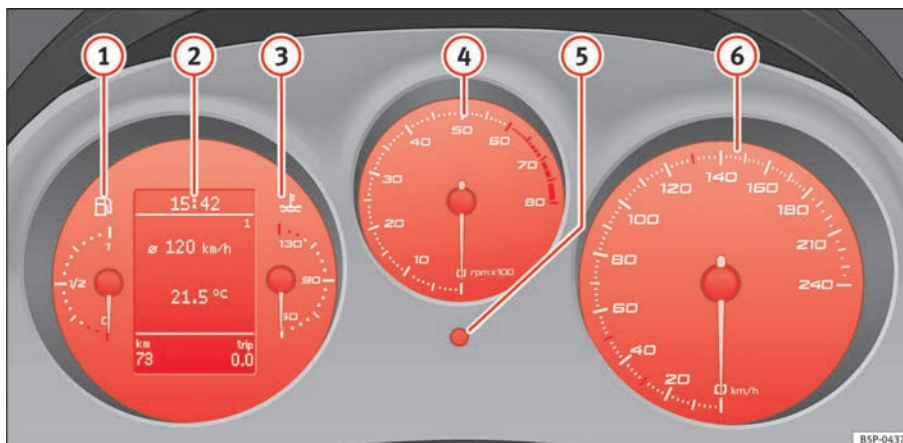

Abb. 33 Ausschnitt aus der Instrumententafel: Kombiinstrument
Der Beginn des roten Bereichs ⇒ Seite 59, Abb. 33 ④ weist auf die maximale Motordrehzahl bei Betriebstemperatur hin. Vor Erreichen dieses Bereiches sollte in den nächsthöheren Gang geschaltet oder die Wählhebelstellung D gewählt oder der Fuß vom Gaspedal genommen werden.
- Zur Einstellung der Stundenzahl den Einstellknopf ⇒ Seite 59, Abb. 33 ⑤ bis zum ersten „Klick“ nach rechts drehen. Die Stundenzahl blinkt auf. Zur Einstellung der Stundenzahl den Knopf drücken.
Das rechte Zählwerk registriert die Kurzstrecken. Die letzte Stelle steht für Strecken von 100 m. Der Kurzstreckenzähler kann auf Null gestellt werden, indem Sie den Rückstellknopf ⇒ Seite 59, Abb. 33 **(C)** ein paar Sekunden lang gedrückt halten.